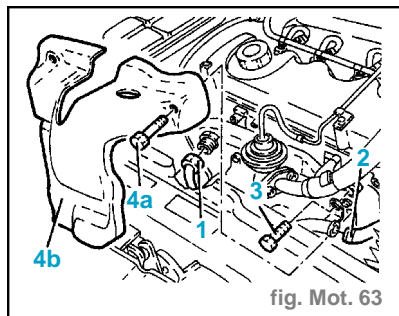

fig. Mot. 63
- Détacher du turbocompresseur le tube de sortie d'huile (4).
- Détacher du turbocompresseur la durit (5) d'amenée d'air à l'échangeur de chaleur.
- Désassembler du tube rigide d'entrée du liquide à la pompe à eau le tube de sortie (1) du liquide de l'échangeur refroidissement de l'huile moteur. (fig. Mot. 63) Récupérer le liquide de refroidissement.